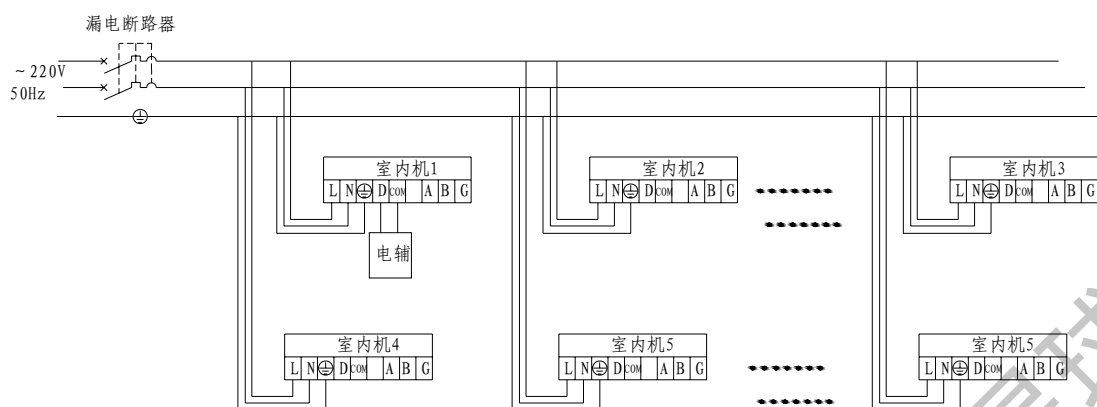

图 73：内机电源线安装示意图
- 同一模块系统的所有室内机必须共用一组电源(可同时上电、断电)。如图 73 所示;